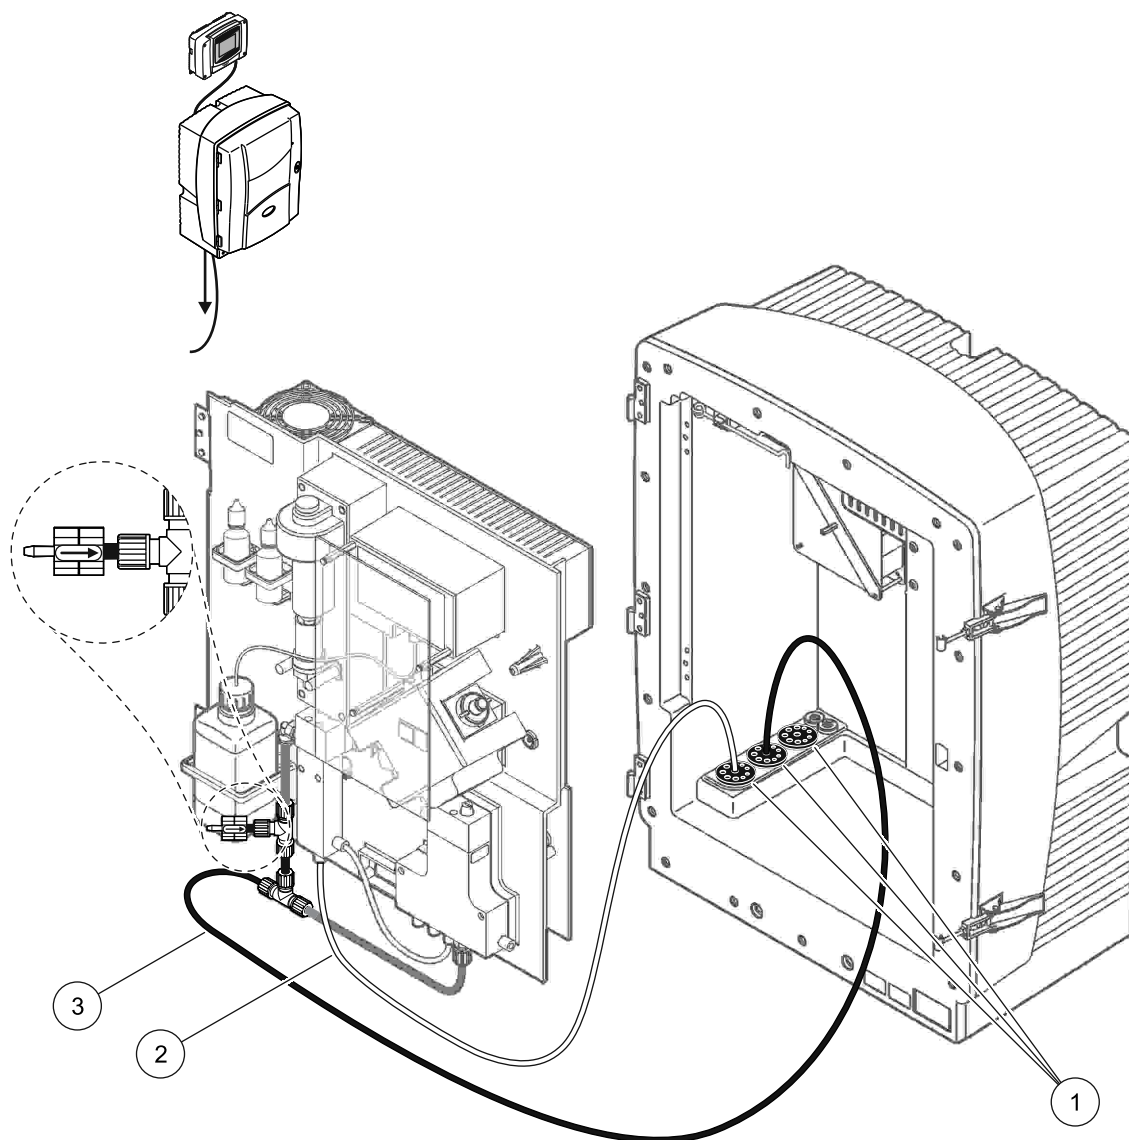

Figura 40 Configuração da opção 10a
Consulte o Figura 40 e as seguintes instruções para a Opção 8a:
2. Alimente a linha de amostra da unidade de preparação de amostras através do analisador (Figura 40, item 2). Utilize o Conector Vedante #3 para fixar.
3. Alimente o tubo de drenagem através do analisador (item 3). Utilize o Conector Vedante #3 para fixar.